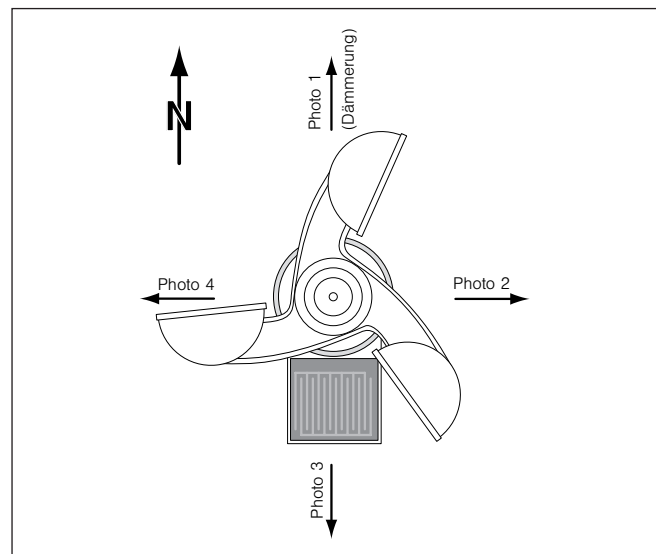
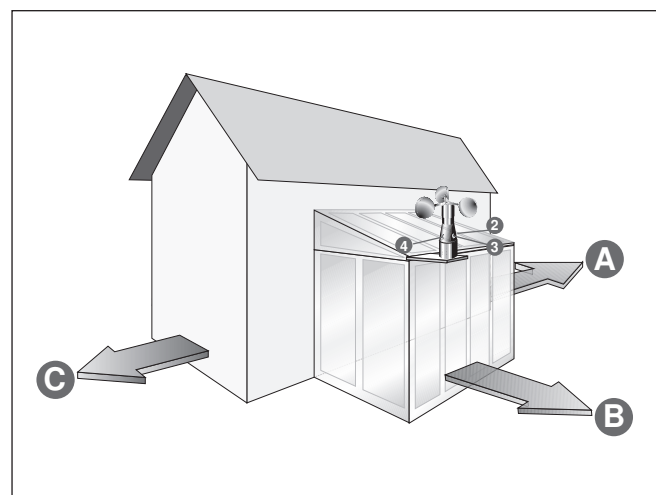

Abb. 2 Ausrichtung der Photodioden
Abb. 3 Ausrichtung der einzelnen Photodioden
- Die Photodioden im Messwertgeber müssen den gleichen Helligkeitsbedingungen ausgesetzt sein wie die zu steuernden Sonnenschutzbehänge. Richten Sie die Photodioden nach den zu verschattenden Gebäudefassaden aus (siehe Abb. 3).
Den vier Photodioden sind werkseitig die Ziffern von 1 bis 4 zugeordnet (siehe Abb. 2). Richten Sie die Photodioden nach den zu verschattenden Gebäudefassaden aus (siehe Abb. 3). Photodiode 1 möglichst nach Norden ausrichten. Die spätere Zuordnung der Photodioden zu den einzelnen Funktionen der Wisotronic wird erheblich einfacher, wenn Sie die Photodioden ihren Ziffern entsprechend an der Wisotronic anschließen.